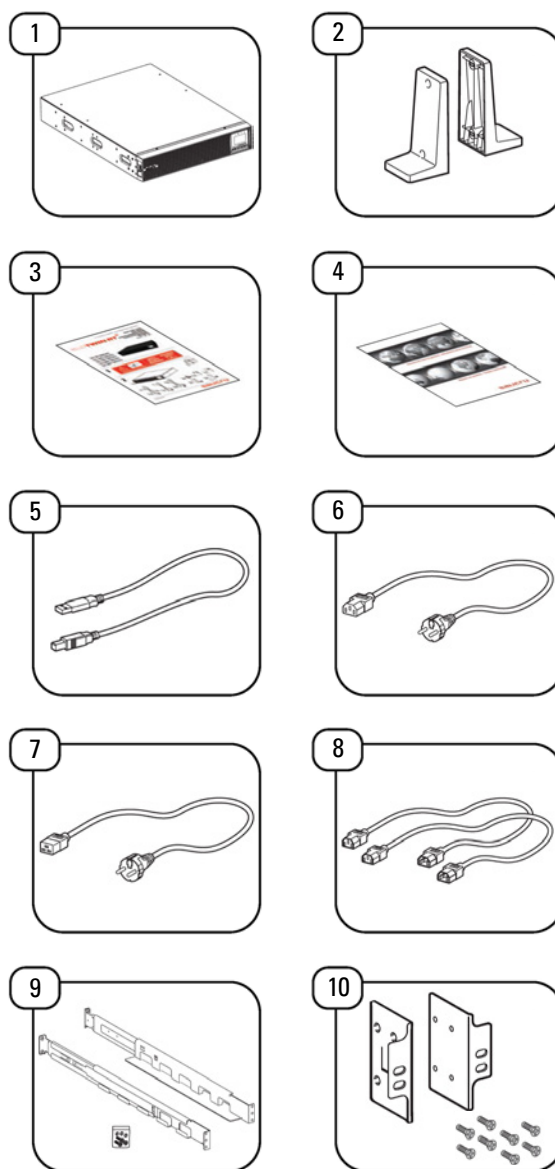

Fig. 8. Contenido del embalaje del SAI.
1. Fijar las dos Aletas en cada uno de los laterales del SAI empleando los tornillos suministrados, respetando su mano. (ítem 10 Fig. 8)
Conectar el cable de entrada suministrado con el SAI en el conector de entrada del mismo (ítem 6/7 Fig. 8).